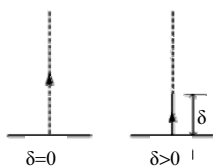

图 1-36 退刀距离
3) 退刀距离：在切出或切削结束后的一段刀具轨迹的位置长度，这段轨迹以退刀速度垂直向上进给。有相对与绝对两种模式，单击“相对”或“绝对”按钮可以实现二者的互换。其具体表示如图 1-36 所示，其中 δ 为退刀距离。